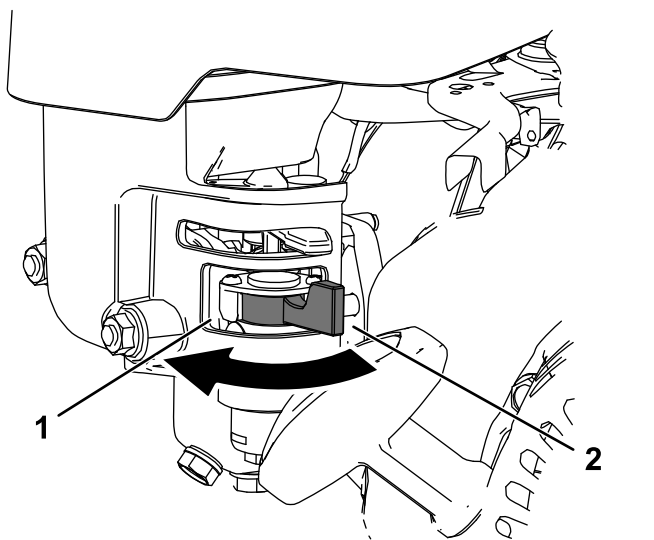

Figure 22
- Pour ouvrir le robinet d'arrivée de carburant, tournez le levier vers la poignée du lanceur (Figure 22).
- Pour fermer le robinet d'arrivée de carburant, tournez le levier dans la direction opposée à la poignée du lanceur (Figure 22).